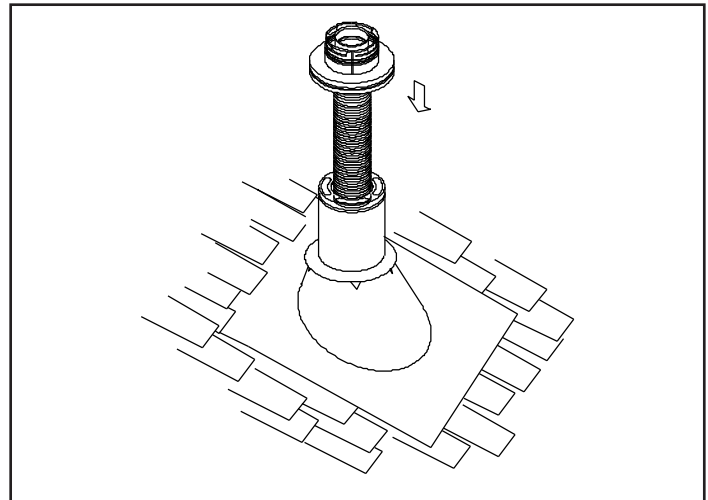

Figure 4.22
- Placez le tuyau flexible au centre de la cheminée en l'introduisant depuis le haut et placez l'adaptateur supérieur au centre du conduit de cheminée. Percez quatre trous de 3 mm (1/8 po) dia diamètre dans l'adaptateur supérieur et dans le débouché de cheminée. Assurez-vous de percer dans le métal de la cheminée. Placez l'abat-vent pour vents forts sur l'adaptateur supérieur et tournez-le pour le verrouiller en place. Voir les figures 4.22 et 4.23.